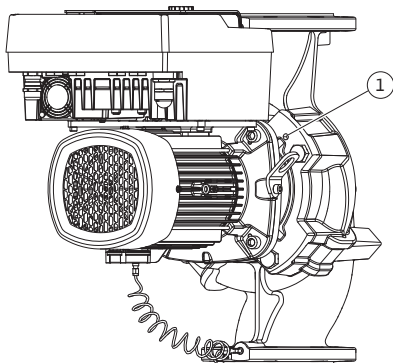
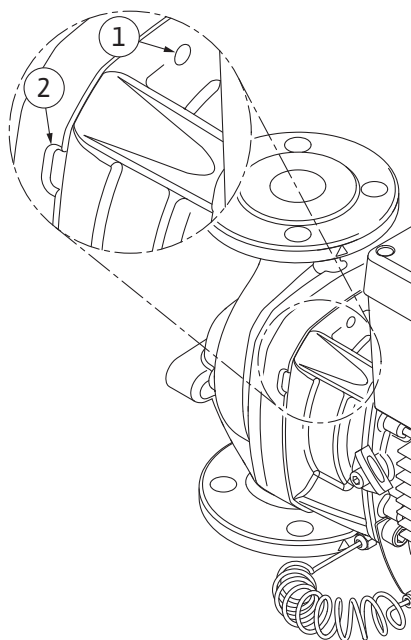

Fig. 103: Éjection du kit embrochable par les trous taraudés
Fig. 104: Trous taraudés et fentes pour chasser le kit embrochable du corps de pompe
11. Desserrer la vis (Fig. I/III, pos. 10, Fig. II/IV, pos. 29) qui retient la tôle de support du capteur de pression différentielle. Tirer sur le côté le capteur de pression différentielle (Fig. I, pos. 8) avec la tôle de support et le laisser suspendu sur les lignes de mesure de pression (Fig. I, pos. 7). Débrancher le câble de raccordement du CPD dans le module électronique ou le détacher au niveau de la connexion enfichable et le retirer.
12. Pour le type de pompe (Fig. III, IV), desserrer les vis (pos. 29). Utiliser les deux trous taraudés adjacents (Fig. 103, pos. 1) ainsi que les vis appropriées fournies par le client (p. ex. M10 x 25 mm). Éjecter le kit embrochable du corps de pompe. Pour le type de pompe (Fig. I et Fig. II), utiliser les deux trous taraudés M10 (voir Fig. 104) et des vis appropriées fournies par le client (p. ex. M10 x 20 mm). Les fentes (Fig. 104, pos. 2) peuvent également être utilisées pour exercer une pression. Pour ce faire, placer, par exemple, deux tournevis et les utiliser comme leviers. Après un dégagement de 15 mm environ, le kit embrochable n'est plus inséré dans le corps de pompe.